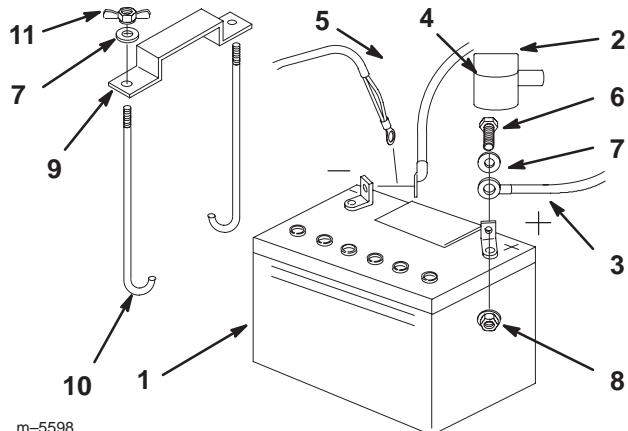

Figure 64
1. Placez la batterie dans son support en tournant les bornes vers le moteur (Fig. 64).
4. Fixez les câbles à l'aide de 2 boulons (1/4 x 3/4 pouce), 2 rondelles (1/4 pouce) et 2 contre-écrous (1/4 pouce) (Fig. 64).
6. Fixez la batterie en position avec des boulons en J, une barrette de maintien et 2 rondelles (1/4 pouce) et 2 écrous papillons (1/4 pouce) (Fig. 64).
4. Débranchez d'abord le câble négatif et le câble de masse de la borne négative (–) de la batterie (Fig. 64).
5. Ôtez le capuchon rouge de la borne positive (rouge) de la batterie. Retirez ensuite le câble positif (rouge) de la batterie (Fig. 64).
6. Retirez les deux écrous papillons (1/4 pouce) qui fixent la barrette de maintien de la batterie (Fig. 64).